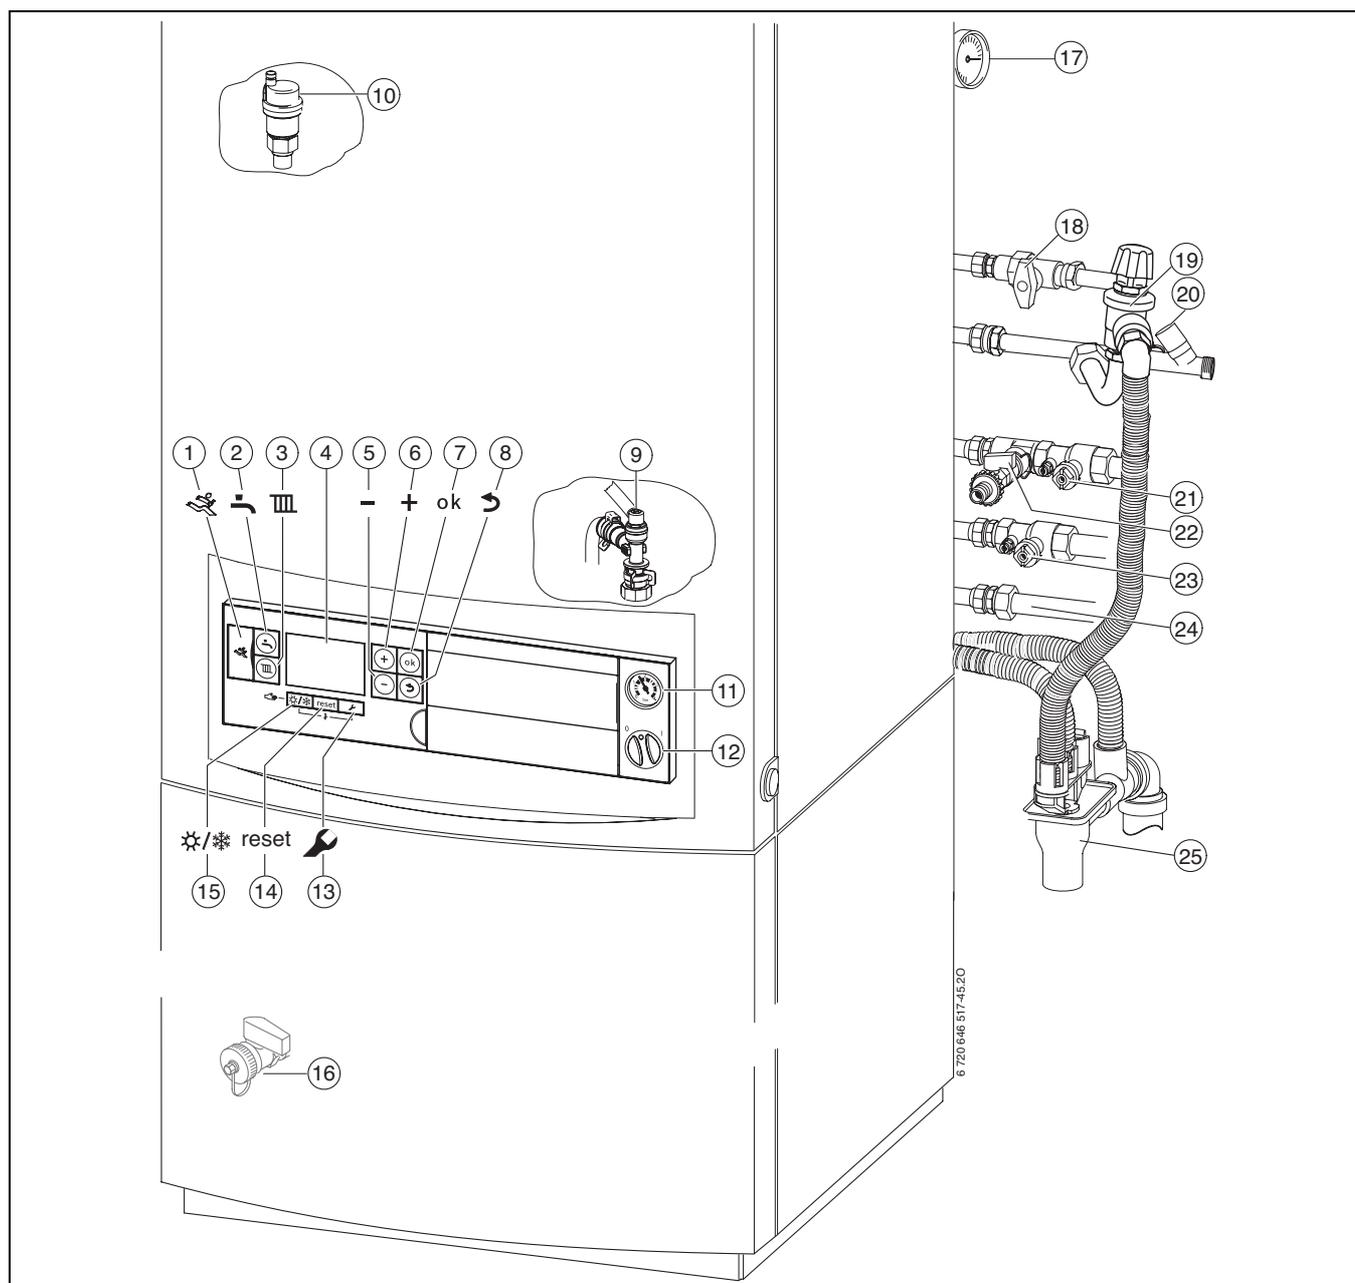

Fig. 71
- ▶ Aprire il rubinetto mandata riscaldamento e il rubinetto ritorno riscaldamento (→ fig. 71, [21] e [23]).
- ▶ Aprire il disaeratore automatico (lasciare aperto) (→ fig. 71, [10], pag. 58).